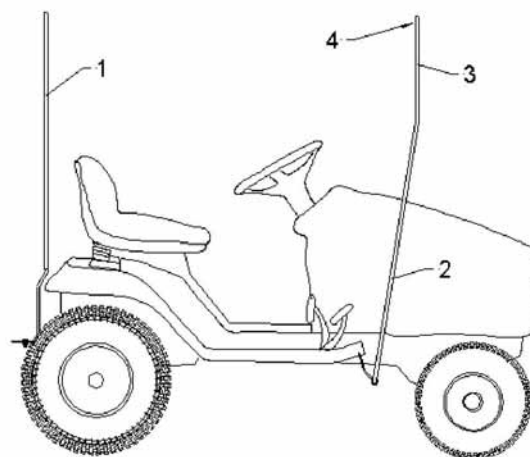

Figure 4
Installer les poteaux avant (fig.4, item 2) et les poteaux arrière (item 1) tel qu'illustré. Le poteau avant, la partie pliée vers l'avant et la section la plus courte devrait être vers le haut.